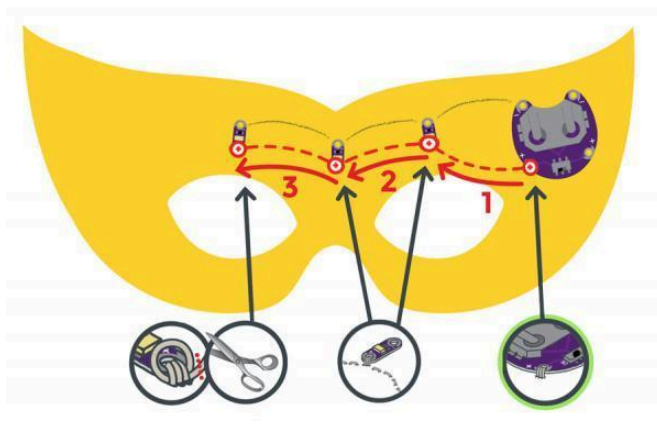

Рис. 5.11. Послідовність зшивання компонентів проєкту
- Завершіть лінію зшивання: зав'яжіть фінішний вузол на останній позитивній (+) вкладці зшивання та обріжте зайву нитку (рис. 5.11).